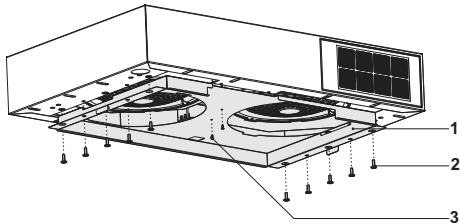

Abb. 7
3. ➔ Entfernen Sie das Abdeckblech der Motorbox (Abb. 7).